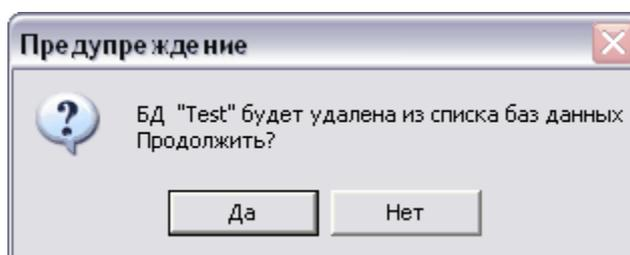

Рис. 9. Подтверждение удаления БД
**Удалить БД.** Для удаления БД нажмите на кнопку **Удалить БД**. После этого появится диалоговое окно подтверждения (Рис. 9).